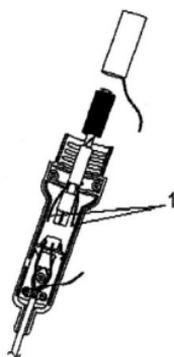

Fig.2
- Lösen Sie den Schutzleiteranschluss und ziehen Sie das Heizelement aus dem Edelstahlrohr heraus (Fig. 2). Lösen Sie die Kabelanschlüsse.